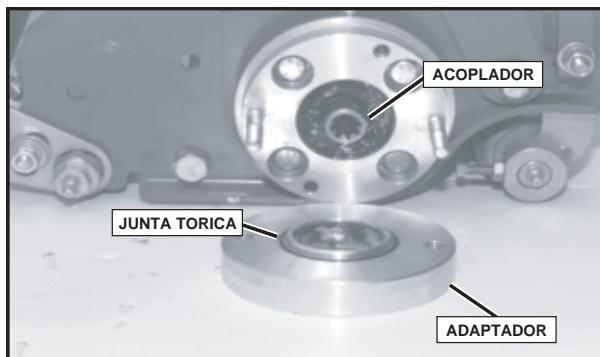

Fig. 8.3.1
4. Instale la placa adaptadora del motor colocando la cara plana y la junta tórica hacia el cabezal de corte (ver Fig. 8.3.1).